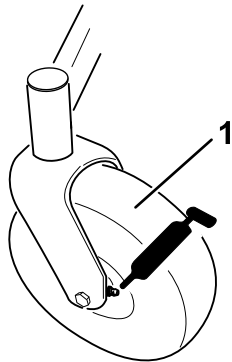

Figura 26
3. Limpie los engrasadores (Figura 26) con un trapo.
4. Conecte una pistola de engrasar a cada engrasador (Figura 26).